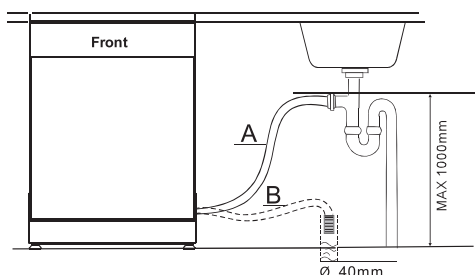

Рис.6. Подсоединение сливного шланга.
Вставьте отводящий шланг в слив, диаметром не меньше 4 см, проверьте, нет ли перегибов шланга. При необходимости используйте специальный крепеж, входящий в комплектацию машины (рис.6). Свободный конец шланга может находиться на высоте от 40 см до 1 м и не должен погружаться в воду.
4. Подсоедините сливной шланг (см. рис. 6).